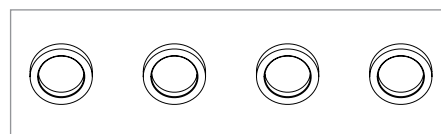

Figure 4 – Kit d'entretoise de pivot 4030
- Kit d'entretoise de pivot Ø12 x Ø16,5 x 3 4030 (Figure 4)